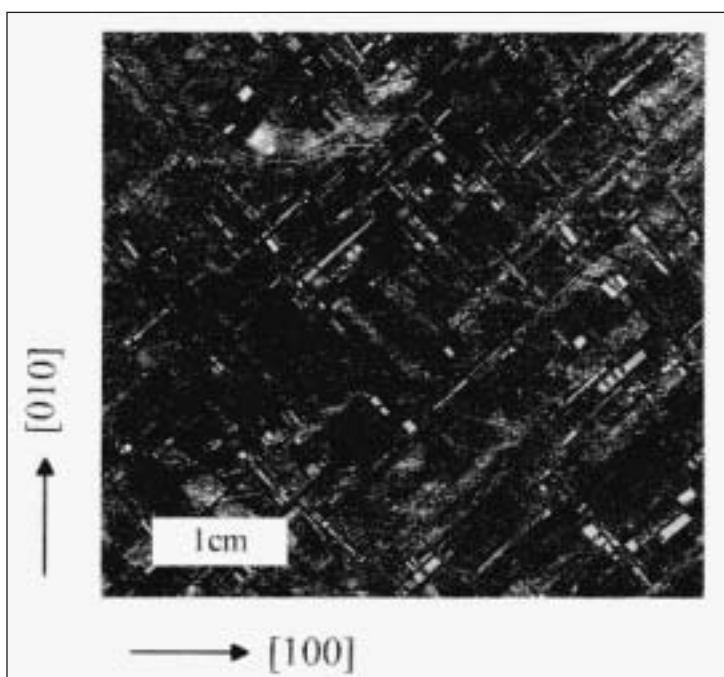
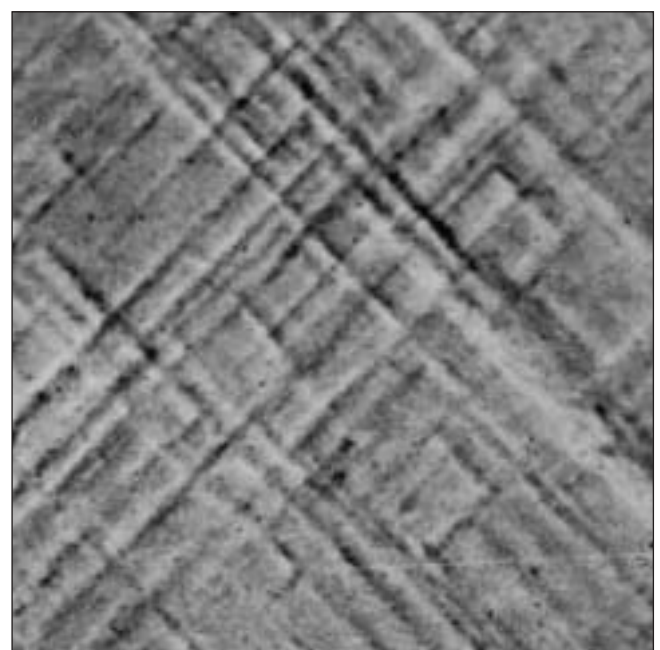

Bild 1: Widmannstätten-Figuren in der Schnittfläche eines Eisen-Nickel Meteoriten
Bild 2: Hell-dunkel Beugungs-Kontraste in einer Röntgen-Grobstruktur (Durchstrahlungs-) Aufnahme der Scheibe von Bild 1
Was haben Meteoriten und Bierdosen gemein? Beide bestehen aus Eisen – wenigstens manche von ihnen. Eisen ist ein polymorpher Stoff. Er tritt in zwei Formen auf, dem  $\alpha$ -Eisen mit kubisch-raumzentrierter Kristallstruktur und dem  $\gamma$ -Eisen mit kubisch-flächenzentriertem Gitter. Jeder Gegenstand aus Eisen – also auch Meteoriten und Bierdosen – hat in seinem Leben diese „Metamorphose“ (Phasenumwandlung) mindestens einmal durchlaufen, und je nach Wärmebehandlung vielleicht sogar mehrmals. In Eisenmeteoriten kann man die Auswirkung der polymorphen Umwandlung von der  $\gamma$ -Form, die man hier „Taenit“ nennt, in die  $\alpha$ -Form, „Kamazit“, besonders schön sehen. Die erstmalig von Widmannstätten (1820) an Schnittflächen von Eisenmeteoriten beobachteten regelmäßigen Muster haben seither Meteoritenforscher und Werkstoffkundler gleichermaßen fasziniert. (siehe z.B. Mehl, 1963). **Bild 1** zeigt Widmannstätten-Streifen auf der Schnittfläche eines Eisenmeteoriten, die hier ungefähr senkrecht zueinander verlaufen. Je nachdem, wie man die Schnittfläche legt, findet man aber auch andere Winkel. Die Streifen sind die Schnittlinien von Kamazit-Lamel-
len, die in vier verschiedenen Flächen (eines Oktaeders) liegen. Das kann man auch mit Röntgenstrahlen sehen. **Bild 2** zeigt hell-dunkel *Beugungs*-Kontraste der Lamellen in einer Röntgendurchstrahlungsaufnahme der Scheibe von Bild 1 (Weiß & Bunge 2001).
Wenn sich ein  $\gamma$ -Eisenkristall (Austenit, Taenit) während der Abkühlung bei etwa 911°C in mehrere  $\alpha$ -Eisenkristalle (Ferrit, Kamazit) umwandelt, wie z.B. in Bild 1 geschehen, so stehen die Kristallachsen dieser neuen Kristalle in festen Beziehungen zu den Achsen ihres „Mutter“-Kristalls. Zunächst einmal sind dabei die dichtest gepackten Atom-Ebenen beider Kristalle parallel. Darüber sind sich alle Untersuchungen einig. Um den Orientierungszusammenhang vollständig festzulegen, muss man dann noch angeben, welche Kristall-Richtungen in diesen beiden Ebenen parallel zueinander sind. Hierfür gibt es nun aber zwei verschiedene Modelle, nach Kurdjumov und Sachs (1930) einerseits, sowie nach Nishiyama (1934) und Wassermann (1935) andererseits.
Mit einer neuen Messtechnik, die hochenergetische Synchrotronstrahlung anstelle der sonst üblichen Röntgenstrahlung aus Röntgenröhren (wie in Bild 2) verwendet, konnten wir die Orientierungsbeziehung Gl. (1) mit wesentlich höherer Genauigkeit als bisher möglich untersuchen.
phen Umwandlung) hervorgegangen sind, dessen Orientierung im Bild angegeben ist. **Bild 4b** zeigt die idealisierte Verteilung, die sich aus diesem Ausgangskristall nach Gl. (1) ergibt. Man sieht, dass alle Orientierungen zwischen den beiden Beziehungen KS und NW von GL. (1) vorkommen. Tatsächlich bildet die Nishiyama-Wassermann-Beziehung den Mittelpunkt der Verteilung, von dem aus sich Orientierungen gleichmäßig nach beiden Seiten bis zu den beiden Grenzwerten nach Kurdjumov-Sachs erstrecken. Im experimentellen Bild ist dieser Bereich nicht ganz kontinuierlich belegt, da nur eine begrenzte Anzahl von Widmannstätten-Lamellen von Bild 1 bei der Messung vom Röntgenstrahl erfasst wurde. Wegen der hohen Symmetrie kubischer Kristalle beschreibt Gl. (1) zwölf Symmetrievarianten der Nishiyama-Wassermann-Beziehung, die sich bis zu den vierundzwanzig Enden gemäß der Kurdjumov-Sachs Beziehung erstrecken. Eine dieser Varianten ist in Bild 4b hervorgehoben. Aus Bild 4a darf man schließen, dass dieser gesamte Bereich als das eigentliche „Strukturelement“ der Orientierungsbeziehung Gl. (1) anzusehen ist. Danach ist die Parallelität der dichtest gepackten Ebenen beider Kristalle bis auf  $\pm 1,5^\circ$  sehr genau erfüllt, während die Parallelität der Richtungen nicht streng erfüllt ist. Vielmehr kann sie über einen relativ weiten Bereich von  $10,5^\circ$  völlig frei variieren. Die linke Seite von Gl. (1) beschreibt vier Varianten von „Ebenen-Parallelitäten“. Der kürzeste Winkelabstand zwischen je zwei von diesen beträgt